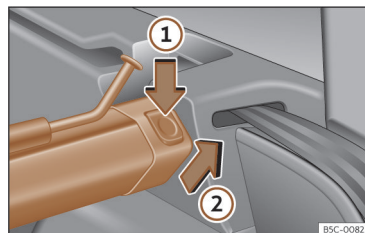

**Fig. 190** Na bagageira: desmontar a rede de separação.
- Pressione o botão de desbloqueio esquerdo ou direito >>> **Fig. 190** no sentido da seta ①.
- Retire a carcaça do suporte no sentido da seta >>> **Fig. 190** ②.
- Pressione a carcaça nos suportes esquerdo e direito no sentido contrário ao da seta >>> **Fig. 190** ② até que encaixe. As marcas vermelhas dos botões de desbloqueio não se devem ver.